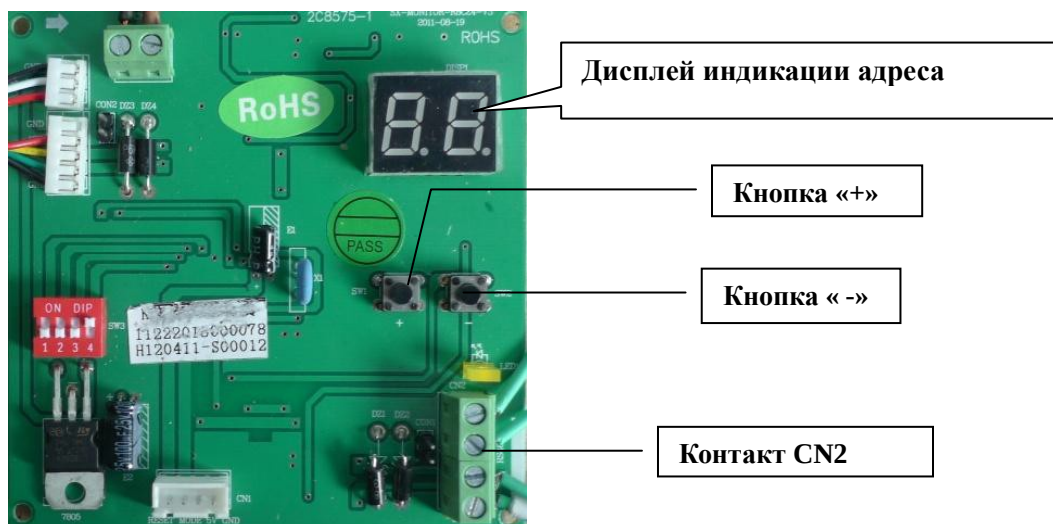

Рис.4.20
3) Плата адаптера коммутации (рис.4.20)
- ◇ Установка платы адаптера может быть произведена на боковой стенке корпуса наружного блока (см. рисунок 4.20)
- ◇ Кнопками «+» «-» установите адрес адаптера, который отображается на дисплее индикации платы (рис.4.20)